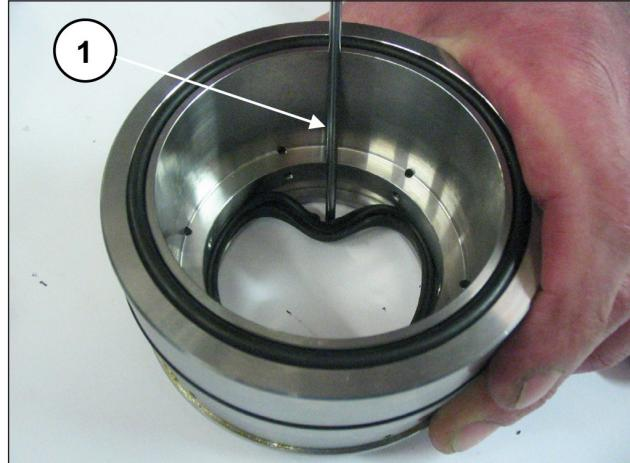

Fig. 195
Pour déposer le joint basse pression, utiliser une jauge d'épaisseur ou un outil qui n'endommage pas le siège du support des joints (rep. ①, Fig. 195).